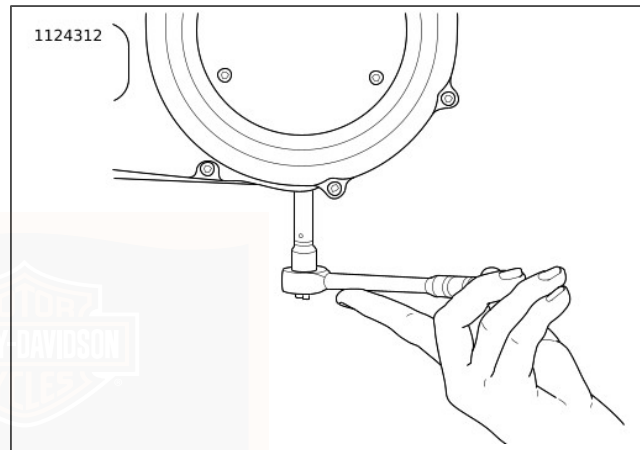

Figure 69. Dépose/pose du bouchon de vidange du carter de chaîne
2. Voir Figure 69. Vidanger le carter de chaîne primaire.